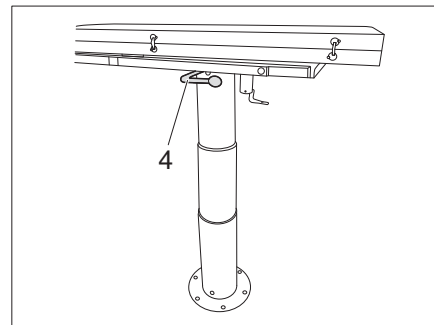

Fig. 107 Table pliante, abaissable
- Desserrer le levier (Fig. 107,4) pour l'abaissement de la table et faire pression sur la table vers le bas.